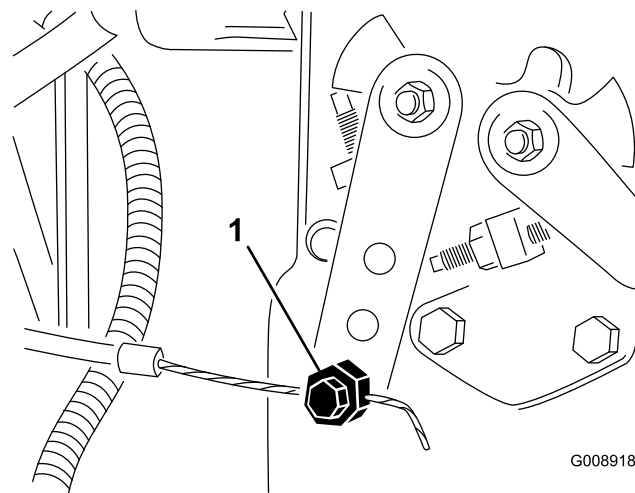

図 57
2. 噴射ポンプのレバー・アーム (図 57) の部分にあるスロットル・ケーブルのコンネクタをゆるめる。